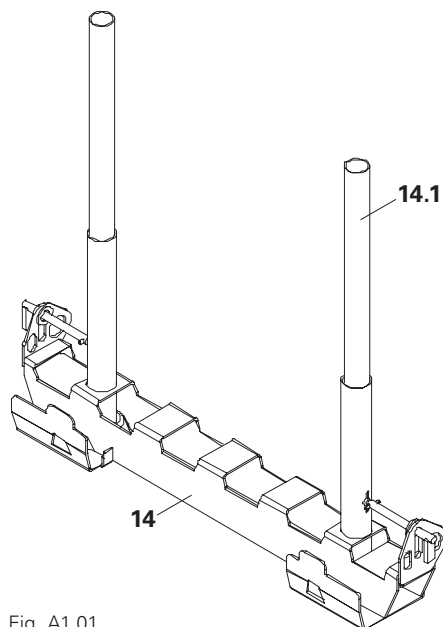

Fig. A1.01
- Accatastatore GF, galv. (14) (Fig. A1.01)
- Barella RP 80 x 110 (15)
- Barella GF 85 x 210, galv. (16)
- Cesta metallica 80 x 120 (17)